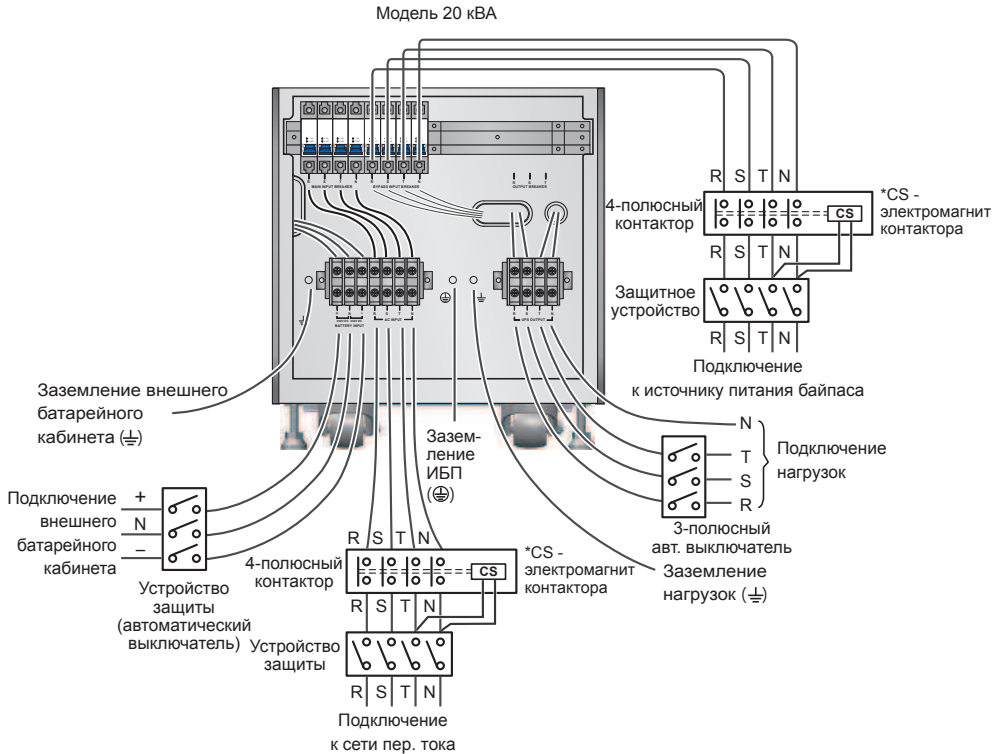

Рис. 6-11. Схема подключения I одиночного ИБП 20 кВА в конфигурации с двумя входами)
- 3 Подключите кабели электросети, нагрузок и внешнего батарейного кабинета к блоку зажимов (см. рис. 6-11~6-14, 6-16).